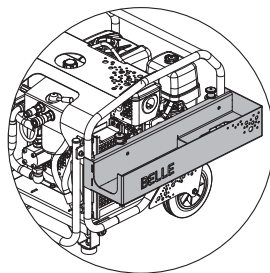

рис. 4
5. Повернуть лоток для инструмента вверх, чтобы вытяжные фиксаторы оказались над пазами сверху бокового щитка. Отпустить рукоятки вытяжных фиксатором, чтобы зафиксировать лоток на месте (**см. рис. 4**)